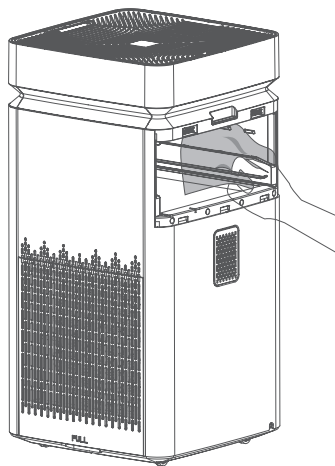

Figura 8
3. Use um pano húmido para limpar todas as superfícies da proteção de borracha, incluindo entalhes. (Limpeza recomendada a cada 3 meses.) (Figura 8).